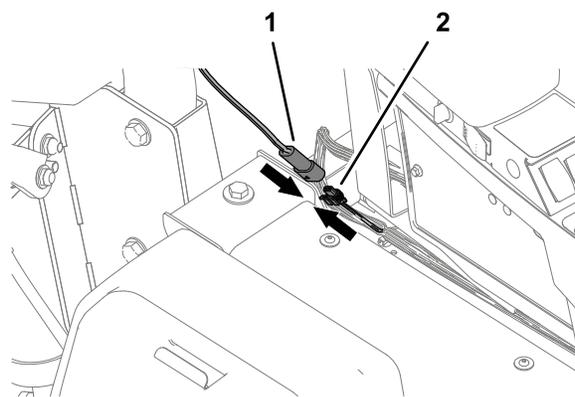
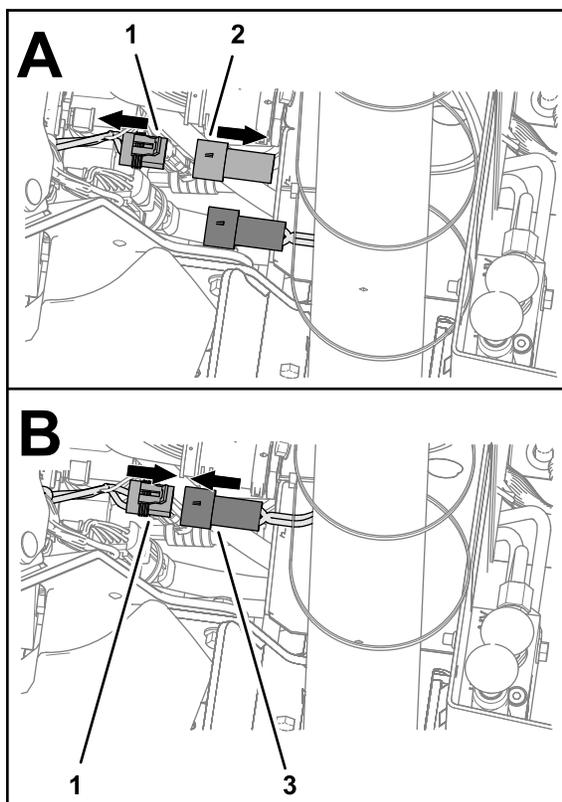

Figure 14
Figure 13
2. S'il est présent, enlevez le capuchon du connecteur à 2 douilles du faisceau de la machine (**Figure 13**).
3. Branchez le connecteur à 2 broches du faisceau du kit au connecteur à 2 douilles du faisceau de la machine (**Figure 13** ou **Figure 14**).